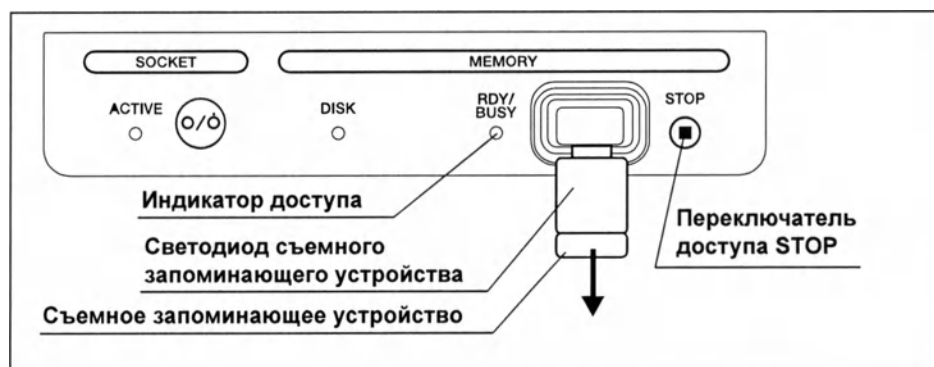

Рисунок 7.253
- 2 Убедитесь, что индикатор доступа к съемному запоминающему устройству и светодиод съемного запоминающего устройства не мигают. (см. рис. 7.253)